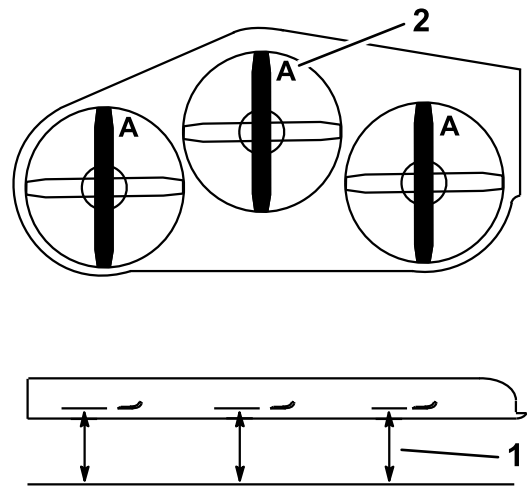

Figura 96
4. Mida en la posición **A** y desde una superficie nivelada hasta el filo de corte de los extremos de la cuchilla (Figura 96).